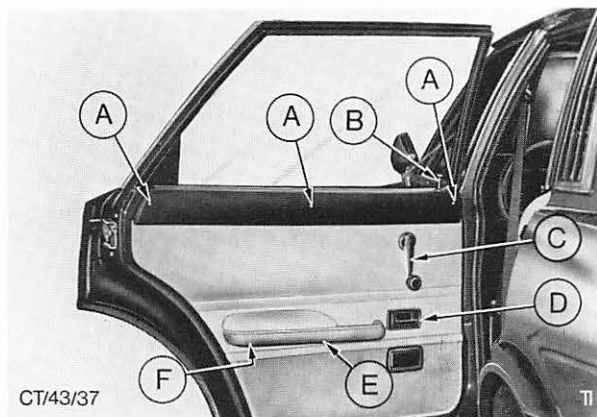

Abb. 22 Einzelteile – hintere Türverkleidung
1. Türverkleidung abbauen, Abb. 22 (siehe Pos. 43 712).